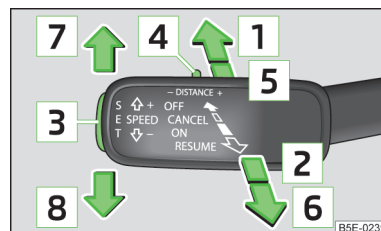

Fig. 138
Arrestare il veicolo, spegnere il motore, pulire il sensore o rimuovere l'ostacolo che compromette la "visuale". Se dopo l'avvio del motore, l'ACC continua a essere non disponibile, premere la leva in posizione **OFF** » **fig. 138** a pagina 159. Richiedere l'assistenza di un'officina autorizzata.
Il comando e l'impostazione dell'ACC avvengono con la leva di comando » **fig. 138** a pagina 159 o nell'Infotainment » *Istruzioni per l'uso Infotainment*, capitolo *Impostare i sistemi del veicolo (Taste CAR)*.
Se la leva » **fig. 138** viene impostata dalla posizione **OFF** direttamente in posizione molleggiata **RESUME** l'attuale velocità viene memorizzata e si avvia la regolazione.
La regolazione può essere avviata con il tasto **SET** oppure impostando la leva in posizione molleggiata **RESUME** » fig. 138 a pagina 159.
- Impostare la leva nella posizione molleggiata . **CANCEL** » fig. 138 a pagina 159.
Il livello della distanza dal veicolo antistante può essere impostato con la leva » fig. 138 a pagina 159 o nell'Infotainment » *Istruzioni per l'uso Infotainment*, capitolo *Impostare i sistemi del veicolo (tasto CAR)*.
► Impostare l'interruttore **DISTANCE** nella posizione molleggiata  o  » fig. 138 a pagina 159.
In questo caso, occorre interrompere la regolazione accelerando, azionando il pedale del freno o il punto di pressione **CANCEL** sulla leva di comando » fig. 138 a pagina 159.
Un'accelerazione può essere interrotta in ogni momento azionando il pedale del freno o il punto di pressione **CANCEL** sulla leva di comando » fig. 138 a pagina 159.